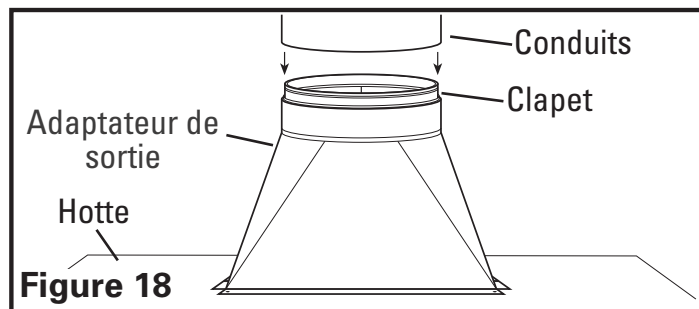

Figure 18
10. Raccordez les conduits à l'adaptateur de sortie et du clapet. Fixez en place en utilisant du ruban de gaine pour sceller tous les joints (**Figure 18**).